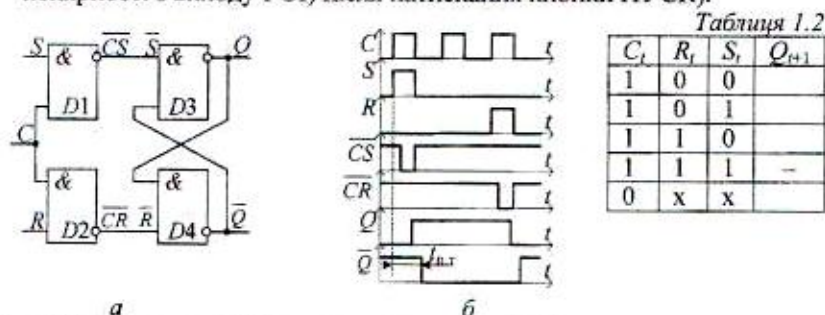

Рис. 1.2. Синхронний RS-тригер на елементах І-НЕ:
1. Складіть схему тригера за рис. 1.2, а.
C (рис. 1.2, а). Замалюйте осцилограми та виміряйте час переключення тригера $t_{ПТ}$ за рис. 1.2, б.